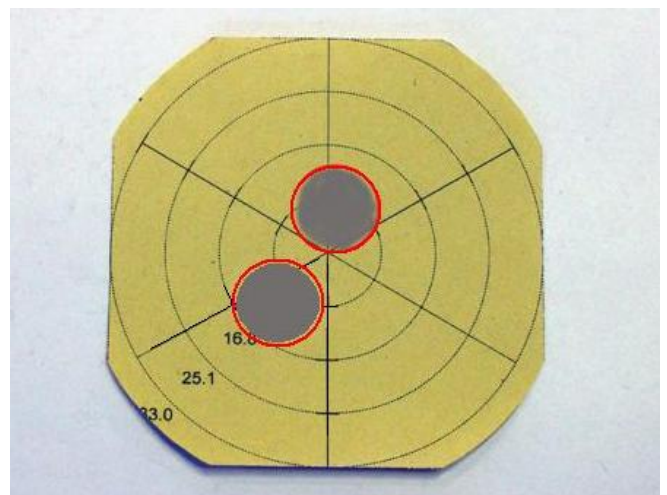

Ilustración 3
- se pueden ver menos de 3 mazas de spray (ilustración 3)